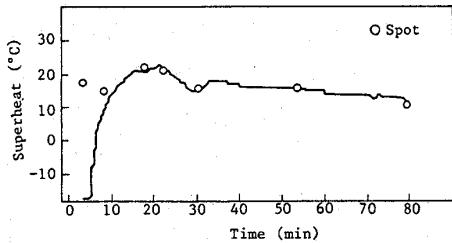

Fig. 3.
4. 連続測温使用結果 Fig. 3に同一CH内における連続測温とスポット測温のトレンドグラフの一例を示す。スポット測温では把える事が出来なかった初期の温度の立ち上がり、及びミドル部の温度変化を連続測温は確実に検知出来る。このことより、連続測温実操業化により温度変化に応じた操業対応が可能となり温度起因による操業トラブルの減少が期待出来る。